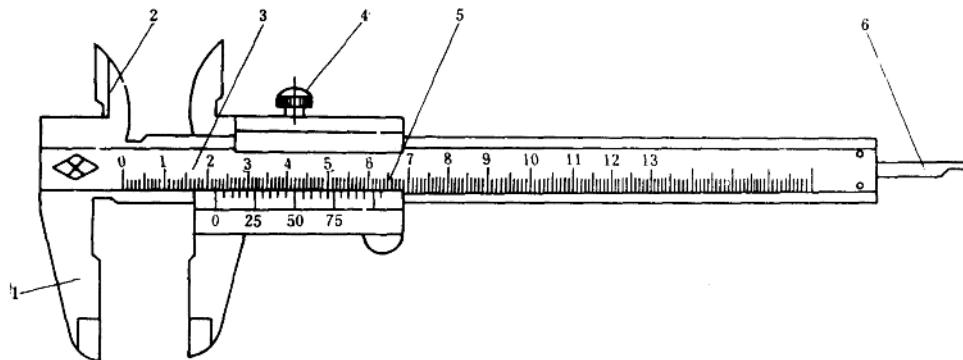

图 1-12 I 型游标卡尺
1)游标卡尺的结构型式 常用的 I 型游标卡尺结构型式见图 1-12。